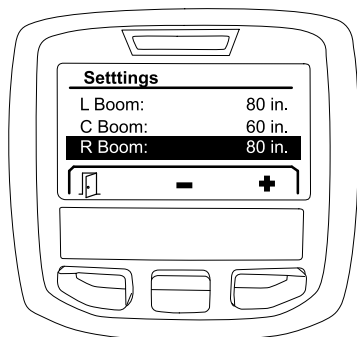

Figura 16
2. Utilice el botón de selección central y el botón de selección derecho para aumentar o reducir la anchura de la sección del fumigador seleccionado (Figura 16).